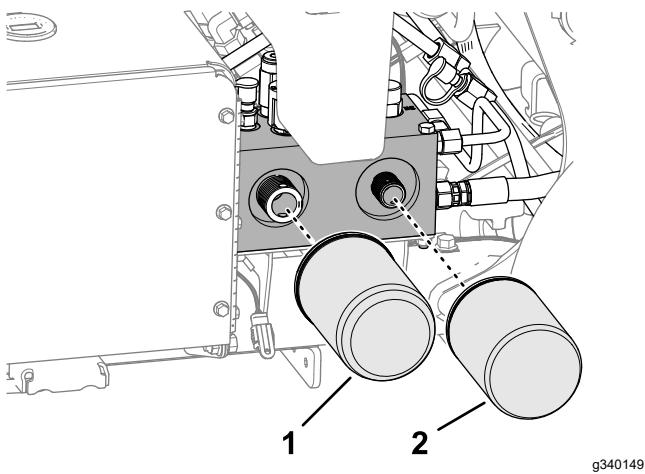

Figura 170
2. Coloque un recipiente bajo los filtros, retire los filtros usados y límpie con un paño la superficie de la junta del adaptador del filtro (Figura 170).